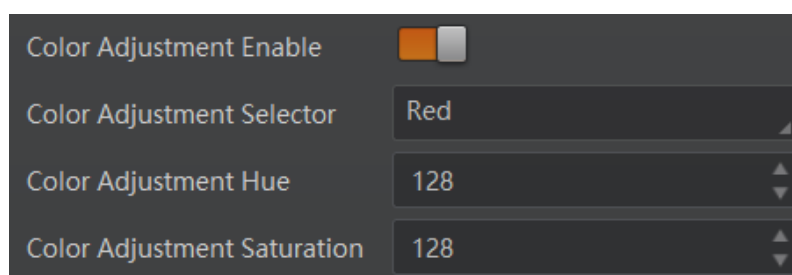

图7-43 六轴色彩调节
3. 修改对应颜色区域的 *Color Transformation Hue* 参数值及 *Color Transformation Saturation* 参数值，如图 7-43 所示。